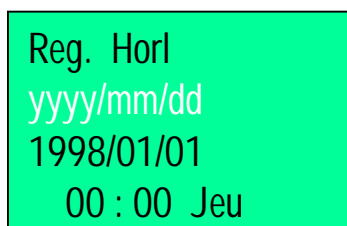

Fig. 2.25
- Presser la touche 4 (OK) pour accéder au menu correspondant.
- L'écran de la figure 2.25 indique quel est l'état de paramétrage de l'heure et de la date. Trois modes d'affichage de la date sont proposés :
année/mois/jour ⇔ yyyy/mm/dd (figure 2.25)